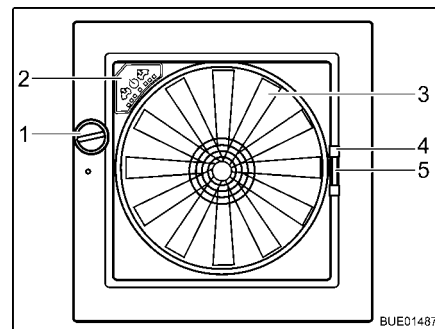

Bild 115 Taklucka Omni-Vent
- Öppna:** ■ Vrid på vredet (Bild 115,1) tills önskad öppningsvinkel har nåtts.
- Stänga:** ■ Vrid på vredet (Bild 115,1) tills takluckan är helt stängd.
- Stänga:** ■ Dra insektsskyddet i handtaget (Bild 115,4) till motstående ramsida.
- Tryck ihop mörkläggningsgardinens handtag (Bild 115,5).
- Fläkt** När takluckan är öppen kan kupén ventileras och vädras med fläkten (Bild 115,3) i 6 nivåer. Fläkten regleras via reglagen (Bild 115,2).